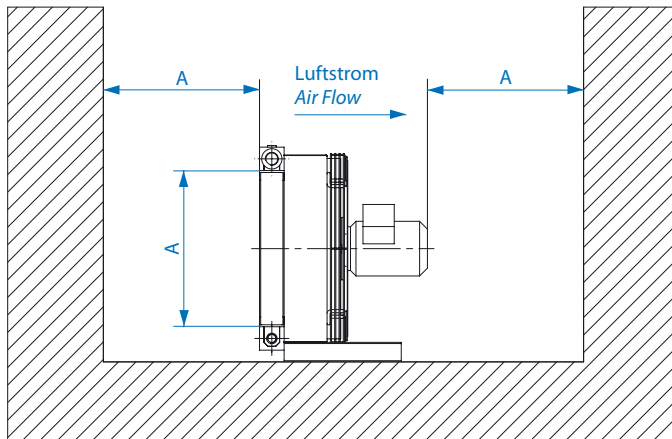

Abb. 1/diagram 1
- Bei der Installation der Kühler ist darauf zu achten, dass die Kühlluft frei ein- und ausströmen kann. Der Abstand zur Wand (A) sollte mindestens der Höhe des Kühlpaketes entsprechen (siehe Abbildung 1). Andere Luftströme dürfen den Kühlluftstrom der ACN und DCN Öl-Luftkühler nicht kreuzen.
- When installing the cooler, please ensure that the cooling air can flow in and out freely. The distance from the wall (A) should be equal to or greater than the height of the cooling unit (see Figure 1). Ensure that no other currents of air interfere with the cooling air flow of ACN and DCN Oil-Air-Coolers.